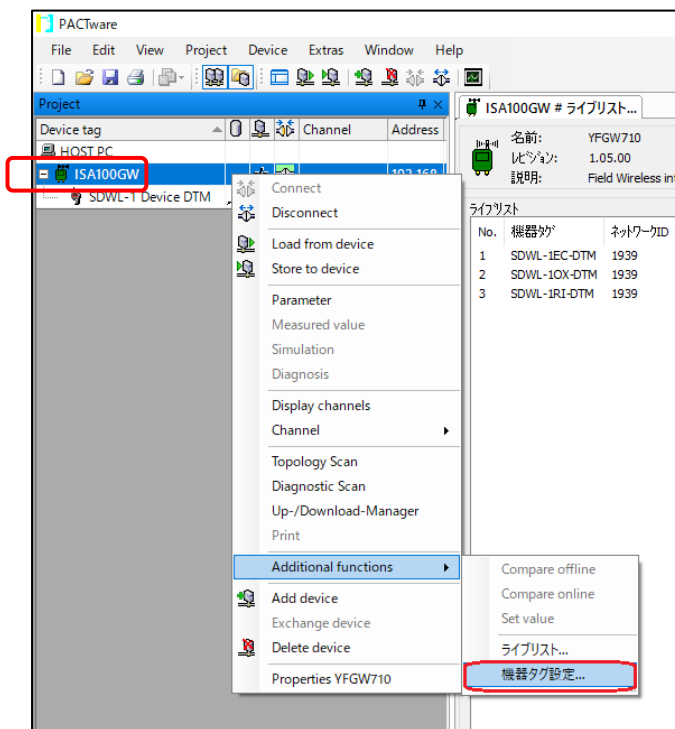

図 5-30 機器タグ設定メニューの選択
- ⑨ 次にメイン画面左のツリーメニュー⇒ISA100GW で右クリックにて「機器タグ設定」を選択します。(図 5-30)